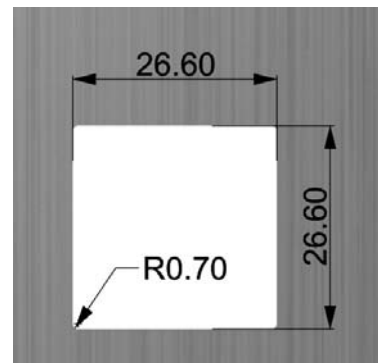

Abb. 4: Ausschnitt in der Frontplatte (in mm)
- max. Materialstärke der Frontplatte: 1 bis 3 mm (Abb. 4).